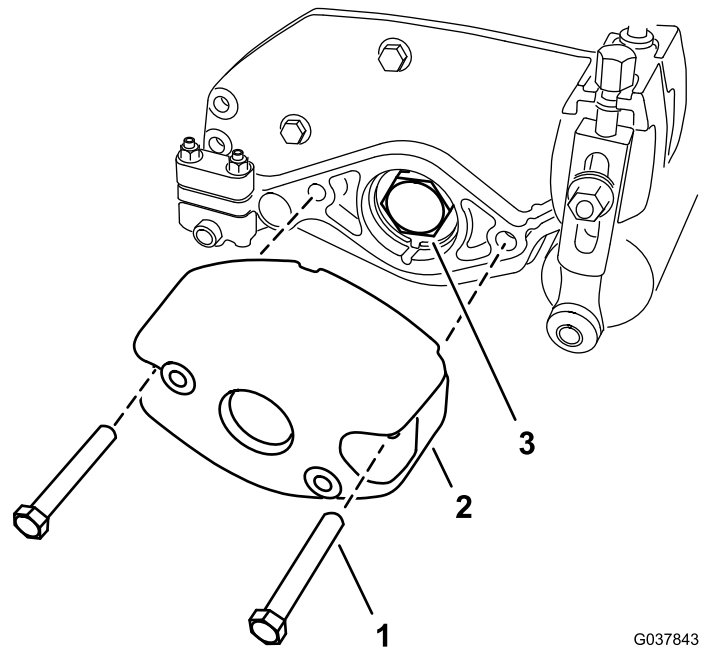

Figura 4
6. Rimuovete i 2 bulloni (5/16" x 2¼") dai 2 dadi (mantenuti fissati dalla piastra laterale) che fissano il contrappeso sulla piastra laterale dell'apparato di taglio. Rimuovete il contrappeso (Figura 4).
8. Togliete il dado del cuscinetto dall'albero del cilindro (Figura 4).